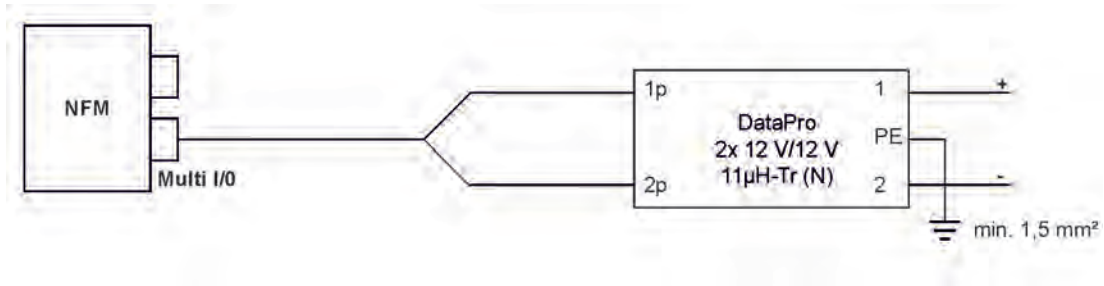

Abb. 25-6 Überspannungsschutz für Spannungsversorgung DC allgemein
Bei **direkter externer Spannungsversorgung** über 12 V DC (z. B. bei Solarspeisung) den Typen DataPro 2x1 12V/12V-11µH-Tr(N) für Nicht-Ex (Abb. 25-6).